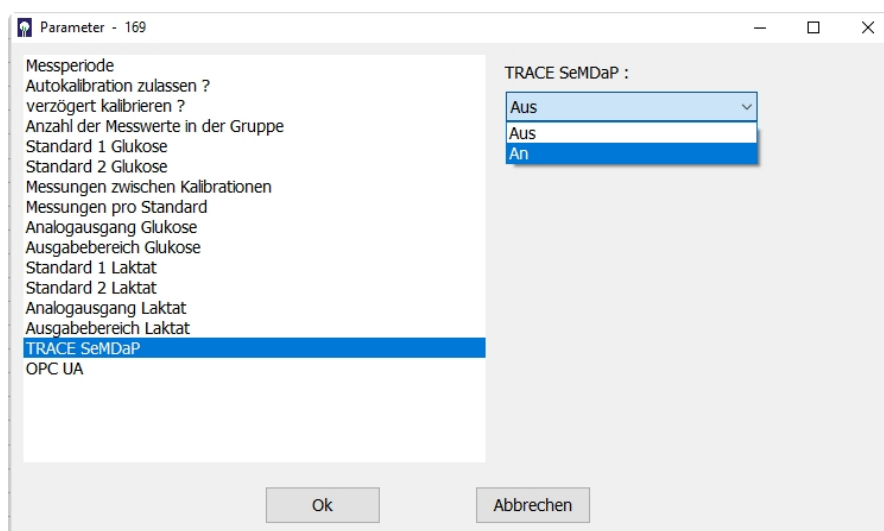

Abbildung 82: Aktivieren des seriellen Datenprotokolls
- Diese Funktion ist werkseitig ausgeschaltet und kann hier aktiviert werden (Abbildung 82).